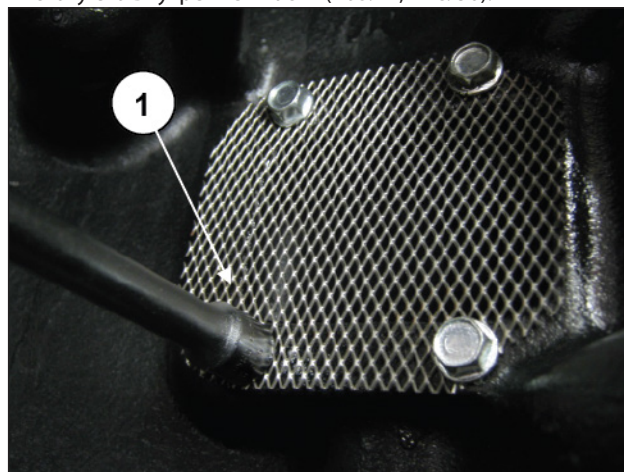

Рис. 50
Снимите четыре винта крепления сетки фильтра для доступа в отсек всасывания масляного насоса и проверьте чистоту его внутренней части (поз. ①, Рис. 50).